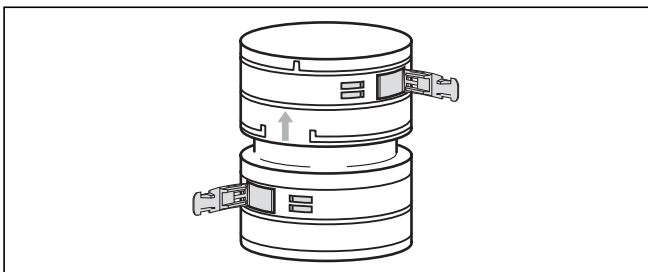
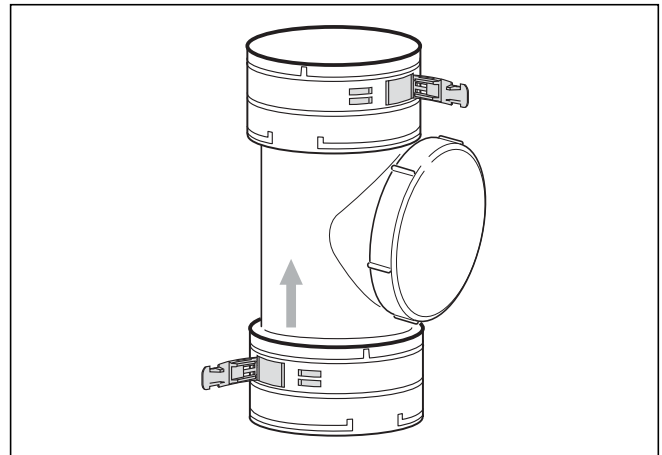

Рис. 6.65 Соединительный элемент (арт. № 303 518)
Рис. 6.66 Очистительный элемент (арт. № 303 517)
- При необходимости сначала монтируйте соединительный и очистной элементы (см. рис. 6.65 и 6.66).
Вместо того, чтобы обматывать гибкий выпускной газопровод по всей длине за один раз, Вы можете использовать отрезки и соединять их соединительными элементами (арт. № 303 518, рис. 6.65) или очистным элементом (арт. № 303 517, рис. 6.66).